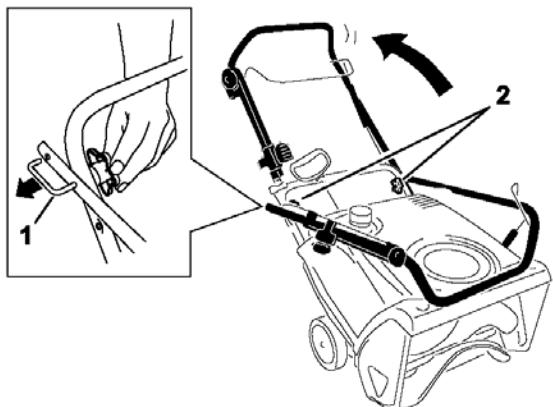

Рисунок 3.
1. Открутите барашковые гайки, тяните U-образный блокиратор рукоятки, пока не сможете свободно двигать рукоятку. Поверните рукоятку в рабочую позицию. (Рис. 3)